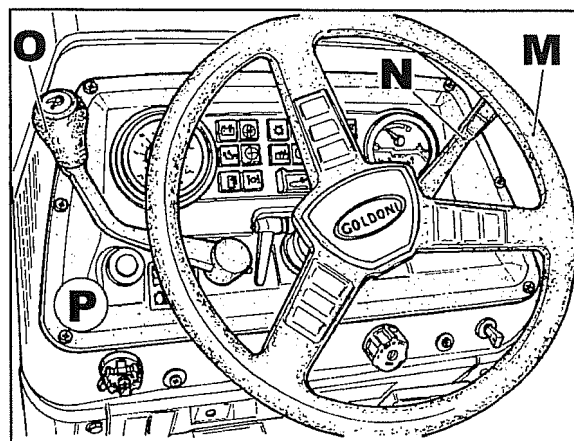

Fig. 8
- 12 Enlever le volant **M** fig. 8, la manette d'accélérateur à main **N**, le levier réducteur - inverseur **O** puis déposer le tableau de bord **P**.